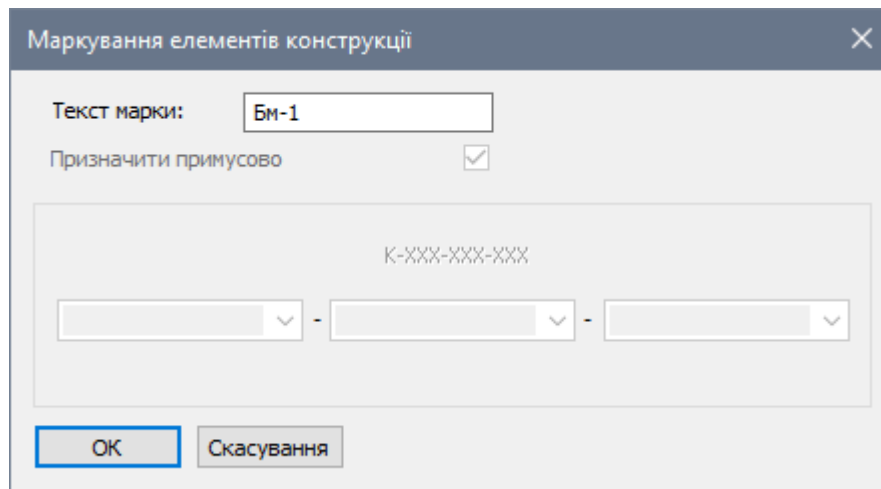

Рис. 27.27. Діалогове вікно **Маркування елементів конструкції**
- у діалоговому вікні **Маркування елементів конструкції** (рис. 27.27) введіть текст марки Бм-1.